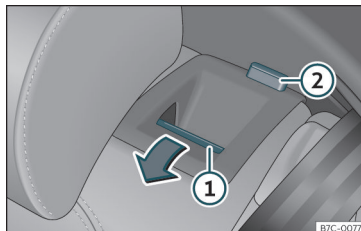

Fig. 102 Sedile posteriore: ribaltare lo schienale.
- Premere il tasto di sblocco»»» **fig. 102 ①** in avanti e, contemporaneamente, ribaltare lo schienale. Lo schienale posteriore è sbloccato quando si vede la tacca rossa sul tasto **②**.
Lo schienale posteriore è sbloccato quando si vede la tacca rossa sul tasto»» **fig. 102** ②.